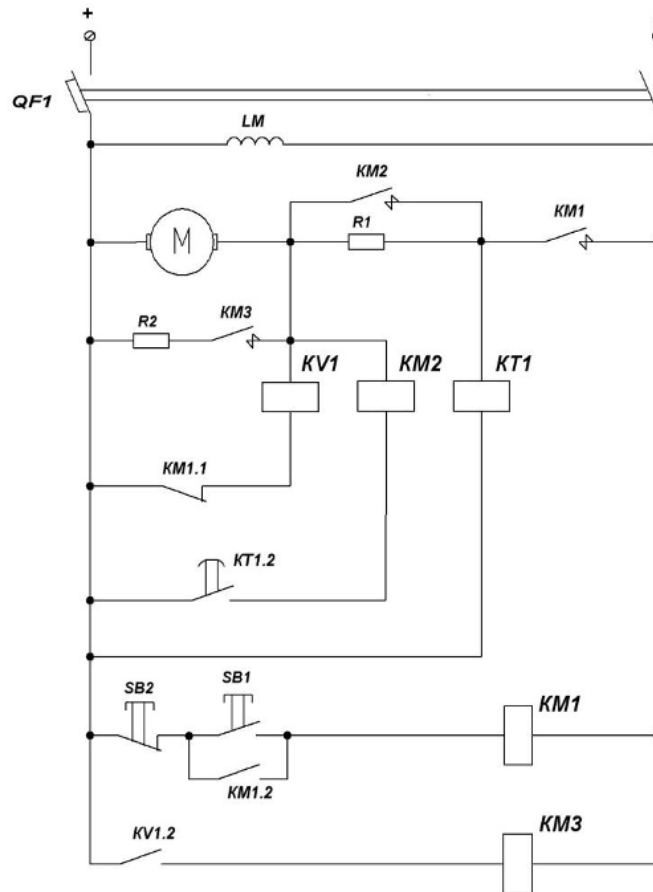

Рисунок 5 - Схема управления двигателем постоянного тока с помощью различных элементов автоматики
23. Опишите принцип динамического торможения при управлении двигателем постоянного тока независимого возбуждения (рисунок 5).